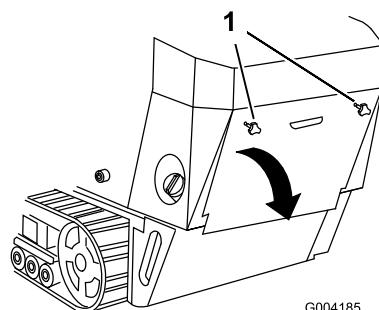

Figure 23
- Dévissez les 2 boutons de fixation du couvercle d'accès arrière à la machine (Figure 23).
- Basculez le couvercle d'accès arrière vers le bas et déposez-le pour accéder aux composants internes (Figure 23).